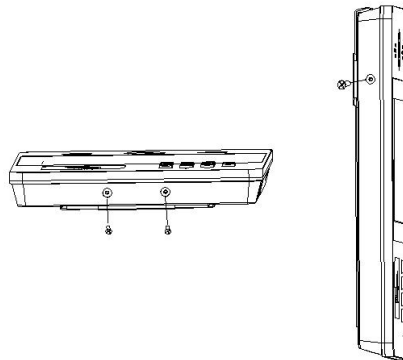

图5-2
- 用 4 个螺丝在门禁机左右两侧和底部拧紧锁定，如图 5-2。